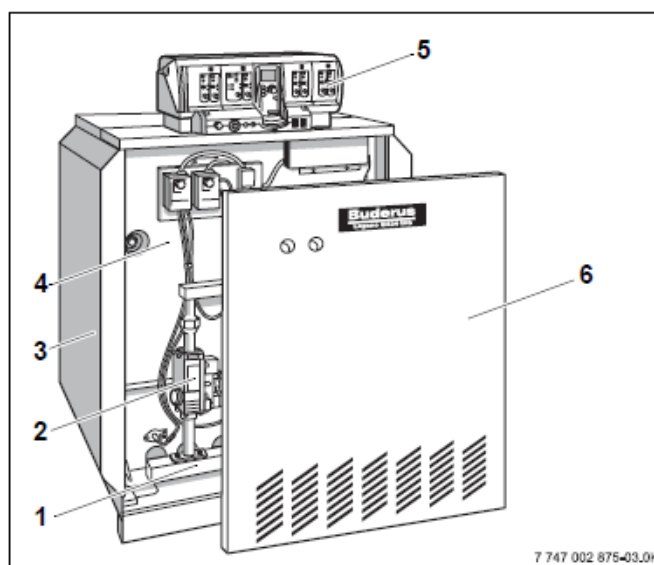

Рис. 1 Установка с одним котлом
Газовый отопительный котел Logano G334 WS (рис. 1) оснащен на заводе газовой горелкой и системой управления. Основные части специального газового отопительного котла Logano G334 WS:
- Котловой блок с теплоизоляцией (рис. 1, поз. 3) и газовой горелкой (рис. 1, поз. 1). В котловом блоке тепло, производимое горелкой, передается воде, циркулирующей в системе отопления.
- Обшивка (Рис. 1, поз. 3) и передняя стенка котла (рис. 1, поз. 6). Обшивка котла и теплоизоляция препятствуют потерям энергии.
- Система управления (рис. 1, поз. 5). Система управления служит для контроля и регулирования отопительной системы (В базовый комплект поставки не входит).